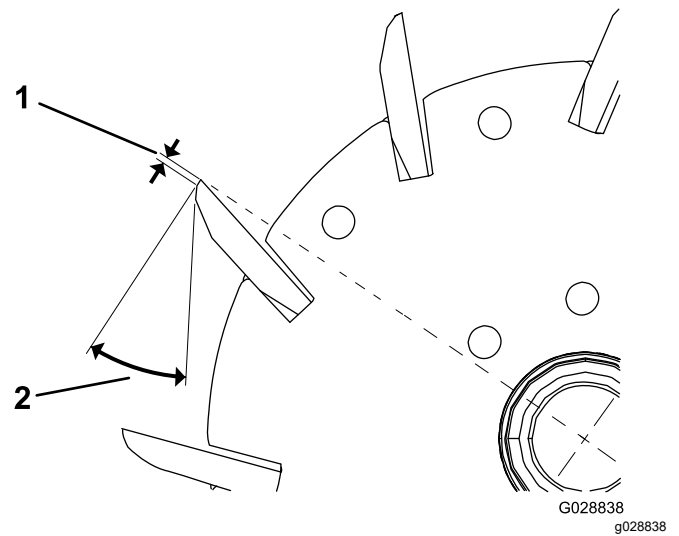
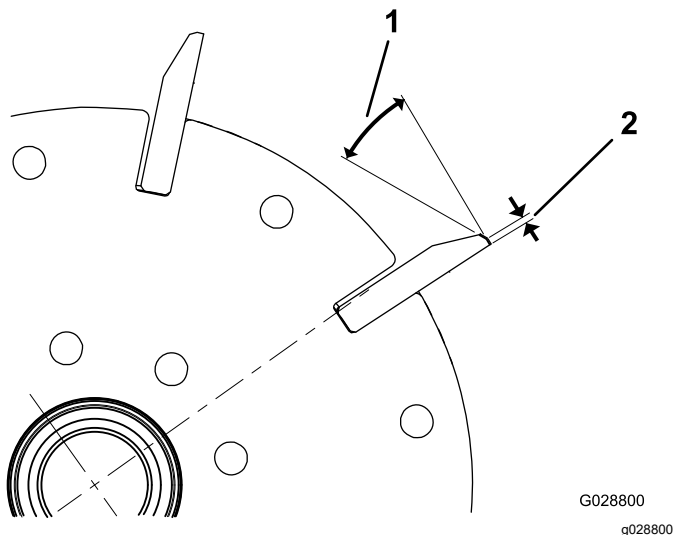

Bild 35
Bild 34
- Führen Sie einen Hinterschliff von 30° auf alle Messerspindeln aus, bis die Kante 1,3 mm breit ist (Bild 34 und Bild 35).